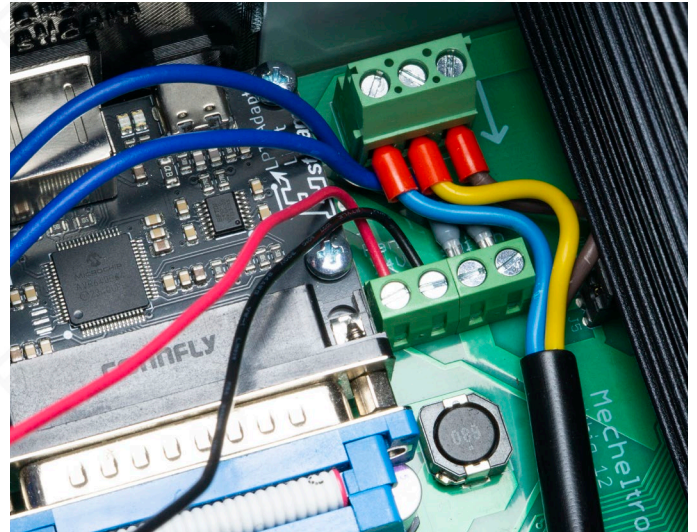

Bild 22: Anschluss des Lüfters (rot / schwarz) neben dem Hauptschalter
- Schließen Sie den Lüfter an der mit „FAN“ bezeichneten Klemme auf der Hauptplatine an. Siehe Bild 22.